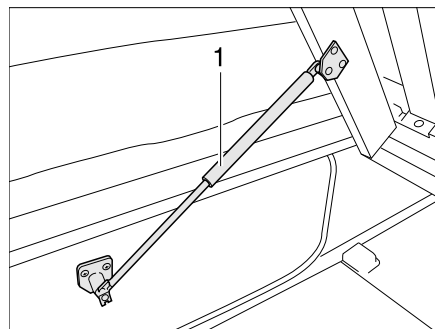

Bild 102 Festes Bett
- Lattenrost anheben. Die Gasdruck-Federn (Bild 102,1) halten den Lattenrost in geöffneter Stellung.